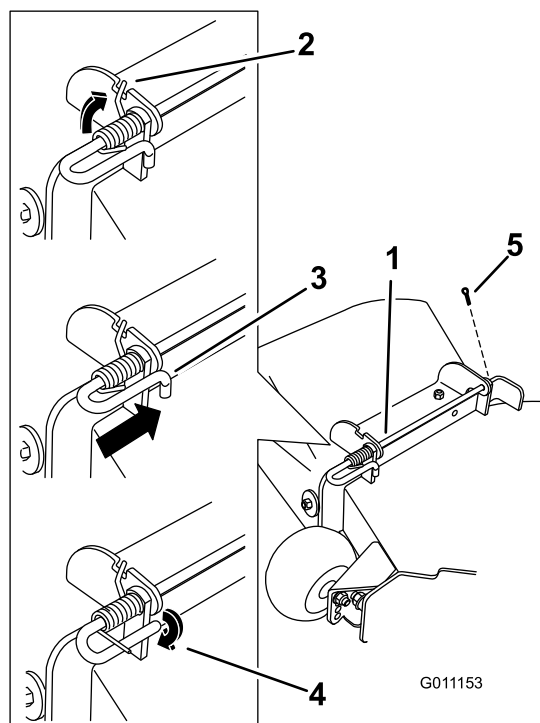

Figura 71
5. Sollevate l'estremità lunga della molla e inseritela nella tacca presente sulla staffa del gruppo deflettore (Figura 71).
6. Fissate il gruppo costituito dall'asta e dalla molla ruotandolo in modo tale da collocare l'estremità corta dell'asta dietro la staffa anteriore saldata al piatto di taglio (Figura 71).
7. Montate la coppiglia (Figura 71).